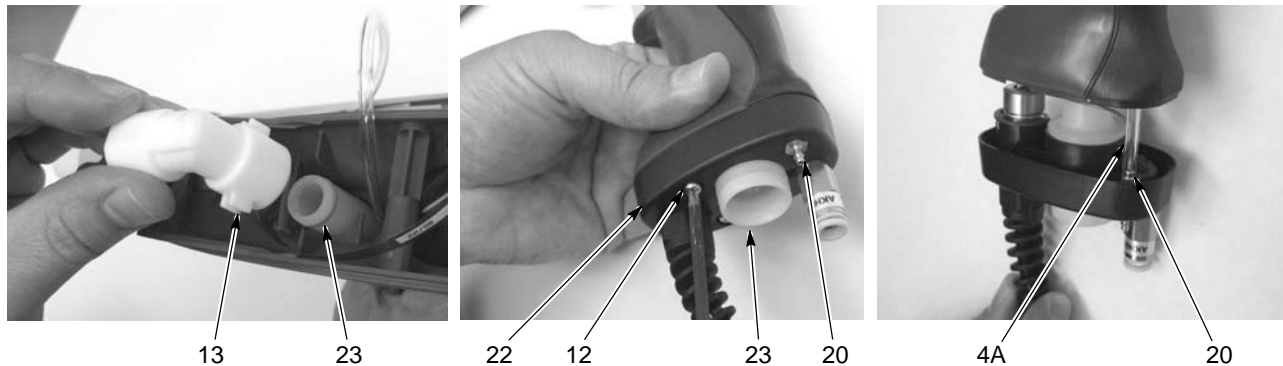

Fig. 5-7 Dépose du raccord coudé et séparation de la base de la poignée
7. Voir la figure 5-7. Retirer le raccord coudé (13) du tube d'entrée (23).
8. Enlever les deux vis M3 x 20 (12) fixant la base de la poignée (22) à l'ensemble poignée.
10. Retirer le tuyau transparent de 4 mm (4A, fait partie du filtre) du raccord cannelé (20).